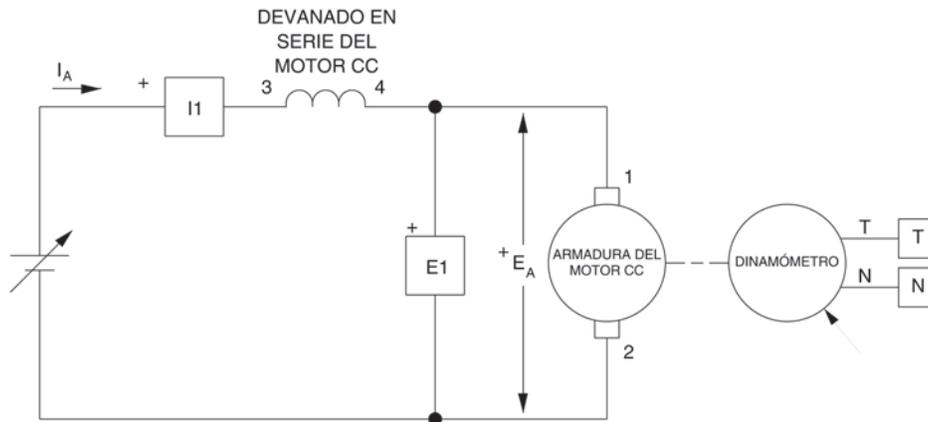

Figura 2-21. Motor serie acoplado al Dinamómetro.
En la cuarta parte, conectará el Motor de impulsión / Dinamómetro como un motor serie (véase el montaje de la Figura 2-21). Usted medirá los valores y trazará un gráfico de la velocidad  $n$  en función del par  $T$  del motor. Luego comparará dicho gráfico con el obtenido en el ejercicio anterior para el motor c.c. con excitación independiente.
- 17. Modifique las conexiones para obtener el circuito del motor serie de la Figura 2-21.